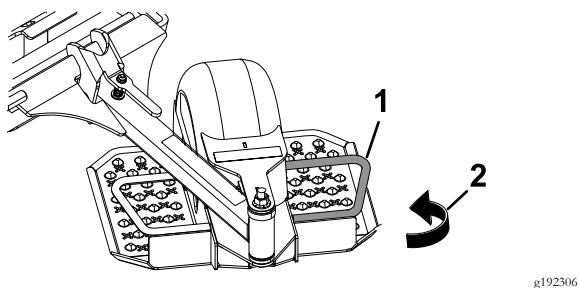

Figura 7
2. Lentamente y con cuidado, gire el patín hasta que toque la barra de tracción (ver Figura 7). Si sujeta el asa lateral izquierda de la plataforma, gire el patín en sentido antihorario; si sujeta el asa lateral derecha, gírelo en sentido horario.